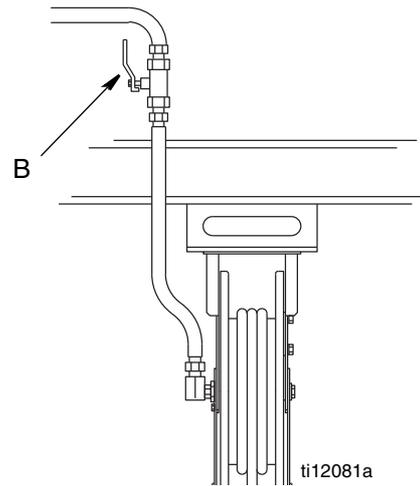

ABB. 8
4. Die Absperrentile (B, ABB. 8) an allen Dosierpunkten öffnen und die Pumpe starten, um das System mit Druck zu beaufschlagen. Siehe **Betrieb** (LDM5 Dosierung mit Messvorrichtung - Seite 12; LDP5 Dosierung mit Messvorrichtung - Seite 21 für den einwandfreien Betrieb der Dosierung mit Messvorrichtung.